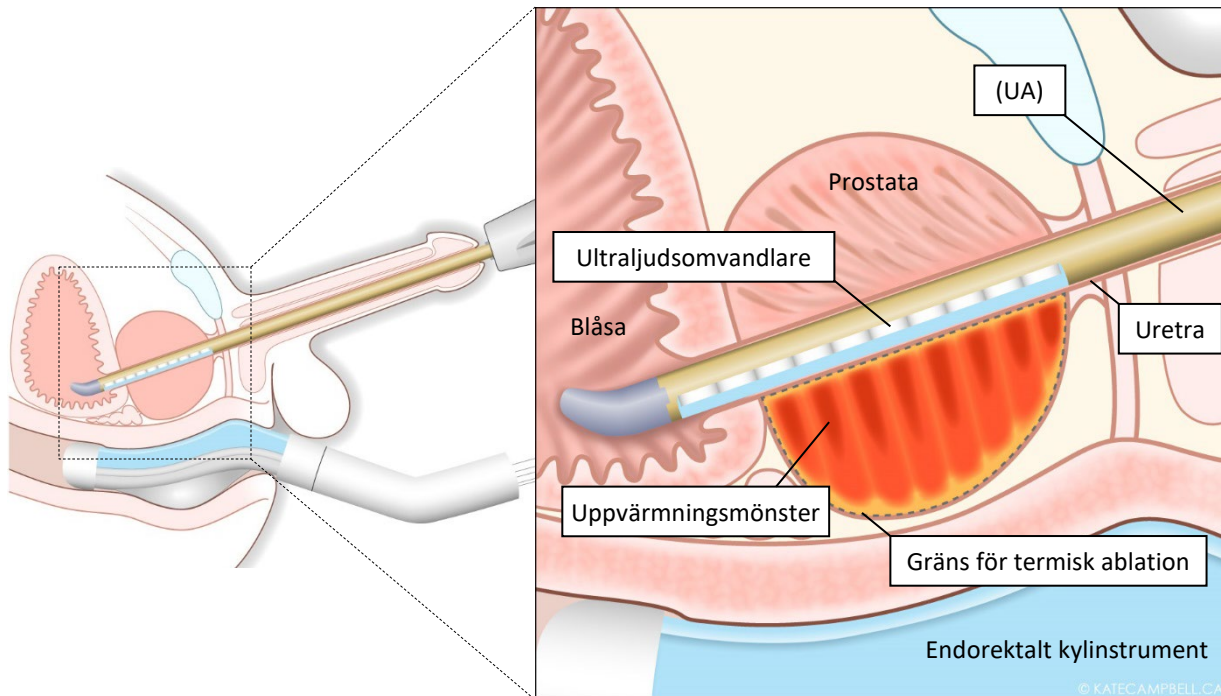

Bild 4 : Översiktsbild av ultraljudsapplicatorn i prostata
I TULSA-PRO-systemet kombineras bildtagning med magnetresonans (MR) i realtid och MR-termometri med transuretralt riktat ultraljud och en programvara med sluten processtyrning för att ge exakt termisk ablation av den prostatavävnad som föreskrivits av läkare (*Bild 4*). Systemet består av både maskinvaru- och programvarukomponenter.